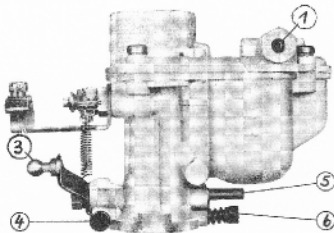

Abb. 5
Leerlaufregulierung (Abb. 5 und 6)
In Abb. 5 ist gleichzeitig das Raccord (5) für den Anschluss an ein allfällig vorhandenes Unterdruck-Zündverstellungssystem sichtbar.